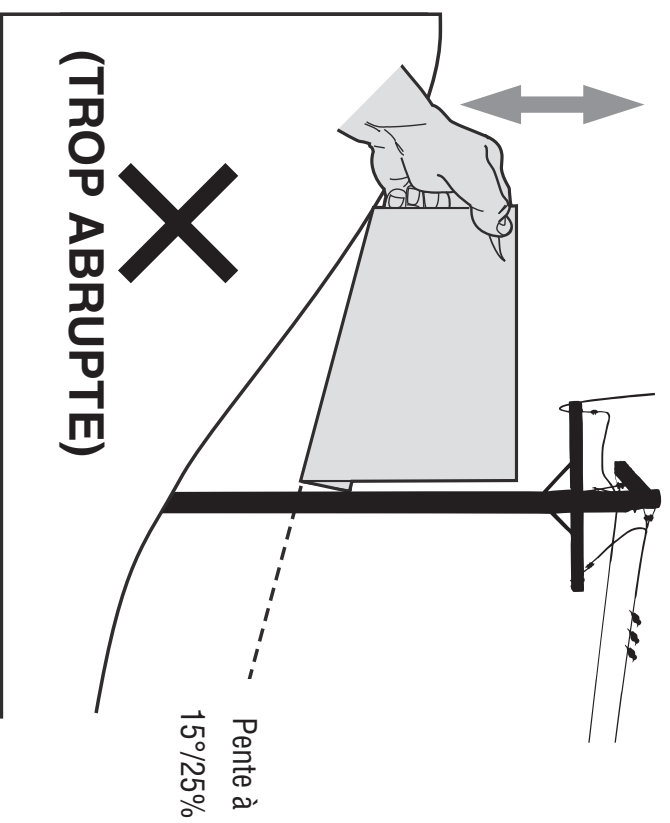

Figure 2
5. Si l'y a un espace sous l'inclinomètre, la pente est trop abrupte pour y travailler en toute sécurité. (Voir la Figure 2 ci-dessus).